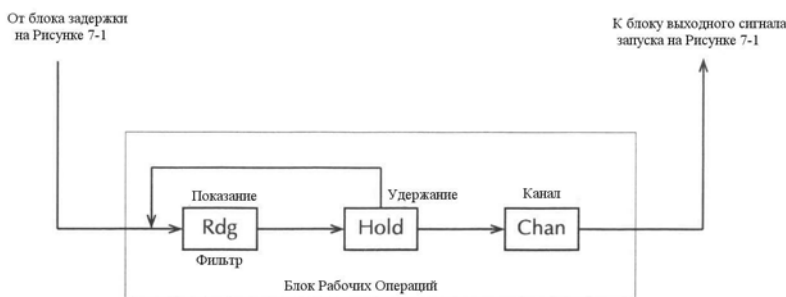

Рисунок 7-2
Главной рабочей операцией является измерение. Однако блок рабочих операций может включать в себя следующие дополнительные действия (смотрите Рисунок 7-2):
- Удержание** – Эта рабочая операция используется, чтобы устранить аномальные показания. Когда она включена, пользователь выбирает окно и счет для операции Удержания. Обычно, когда показание выходит за пределы выбранного окна, оно выбрасывается; процесс возвращается назад к началу Рабочих Операций, как это показано на Рисунок 7-2. Счетчик операции удержания определяет, как много показаний должно быть в пределах окна, прежде чем оно будет установлено. Для подробного ознакомления смотри “Удержание показаний (Авторегулировка)”. После того как операция удержания показаний завершена, процесс переходит к операции Закрытия Канала.